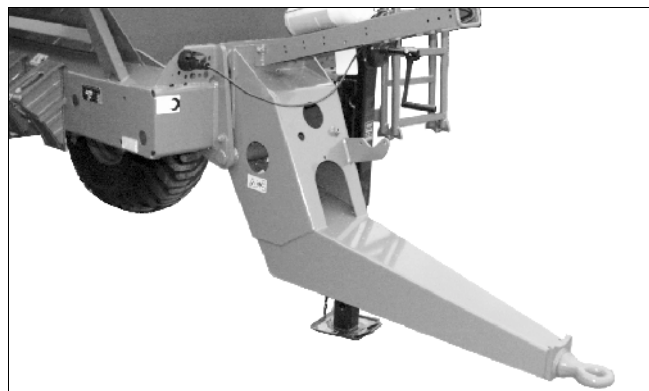

Рис. 7
- изогнутым дышлом типа «Hitch» (Рис. 7),